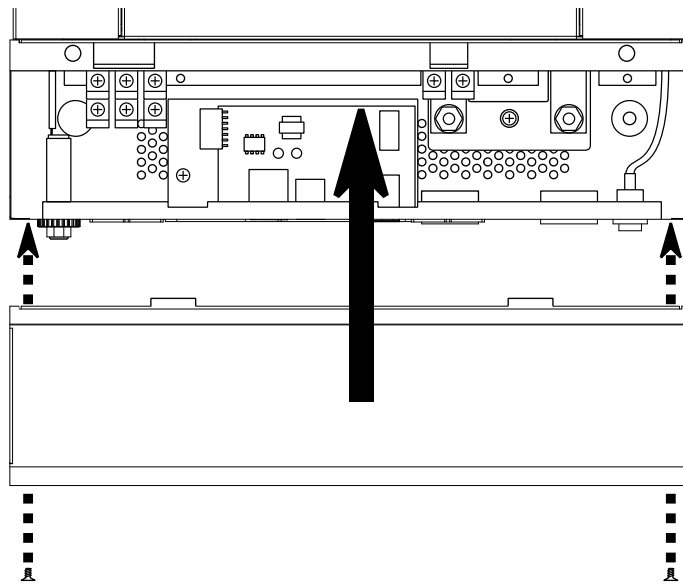

Abbildung 8: Schließen der unteren Abdeckung
13. Montieren Sie die untere Abdeckung wieder wie in *Abb. 8*, die Rückseite von Schritt 1. Sie haben nun die Installation der Parallelplatine in den Solarix PLI 5000-48 abgeschlossen.